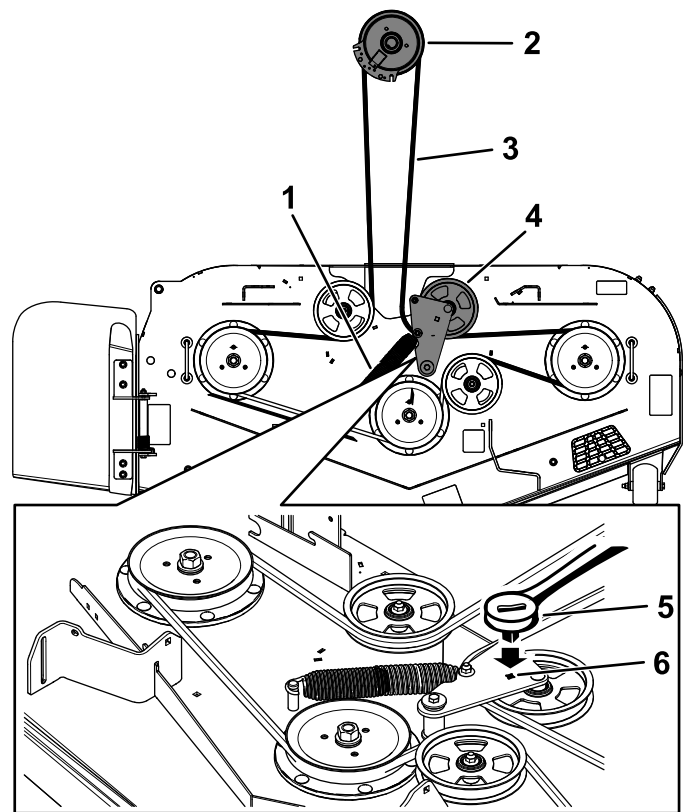

Figura 82
5. Utilice una llave de carraca de $\frac{3}{8}$ " en el orificio cuadrado del brazo tensor para aliviar la tensión del muelle tensor (Figura 82).
7. Instale la guía de la correa en el brazo tensor tensado con muelle (Figura 82).
9. Pase la correa nueva alrededor de las poleas del cortacésped y de la polea del embrague, debajo del motor (Figura 82).
10. Instale la guía de la correa en el brazo tensor (Figura 82).
11. Utilizando la llave de carraca de $\frac{3}{8}$ " en el orificio cuadrado, instale el muelle tensor (Figura 82).